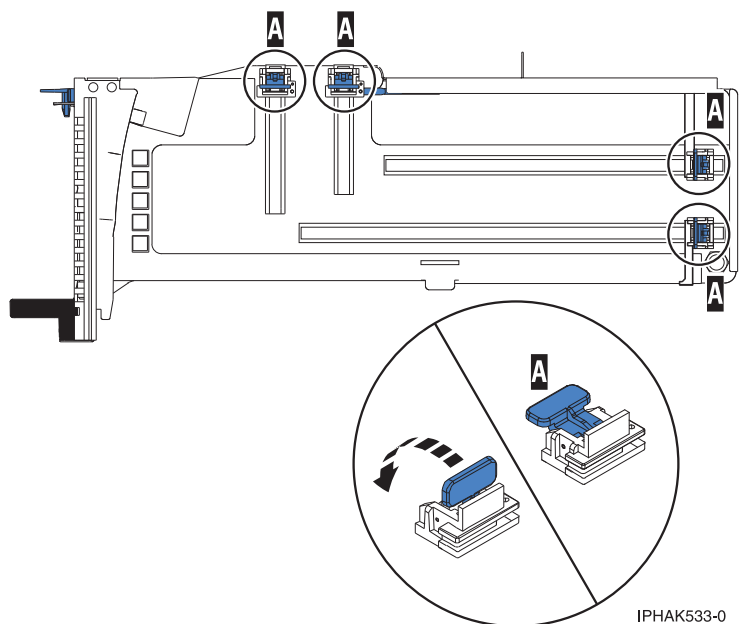

図 85. アダプター保持具
- b. アダプターを取り付けられるように、必ずすべてのアダプター保持具 (A) をカセットの端に押し出しておいてください。 99 ページの図 85を参照してください。